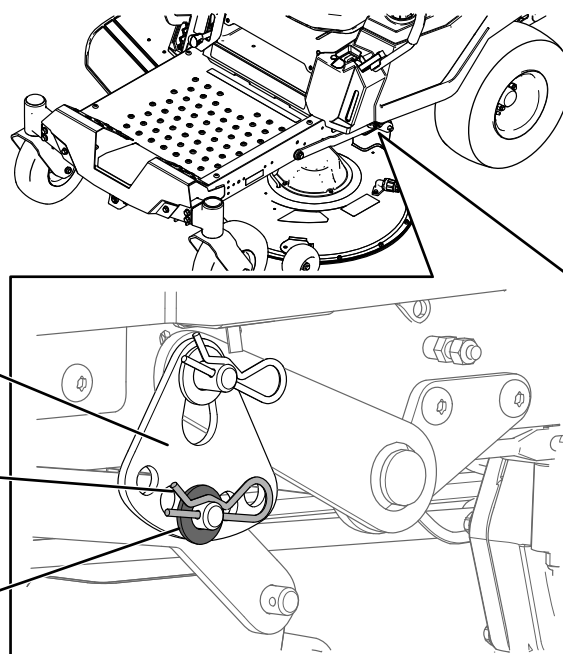

Figura 69
6. Îndepărtați tiftul în formă de agrafă și aiba de la tiftul inferior al braului de ridicare (Figura 69).